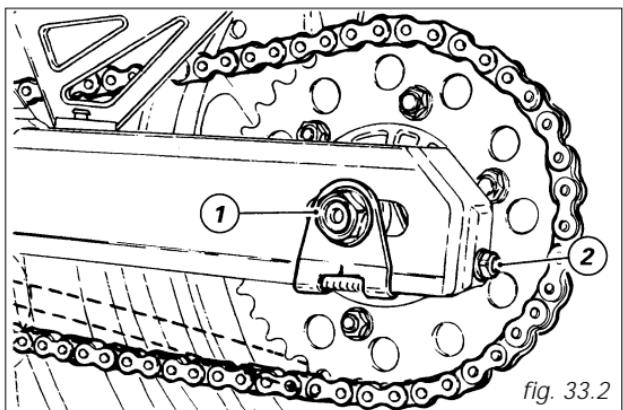

fig. 33.2
Pour régler la tension, desserrez l'écrou (1, fig. 33.2) de l'axe de roue, serrez les vis (2) du même nombre de tours et dans le sens des aiguilles d'une montre, de part et d'autre du bras oscillant, pour accroître la tension et desserrez-les pour la réduire. Dans ce dernier cas il faut pousser la roue en avant.